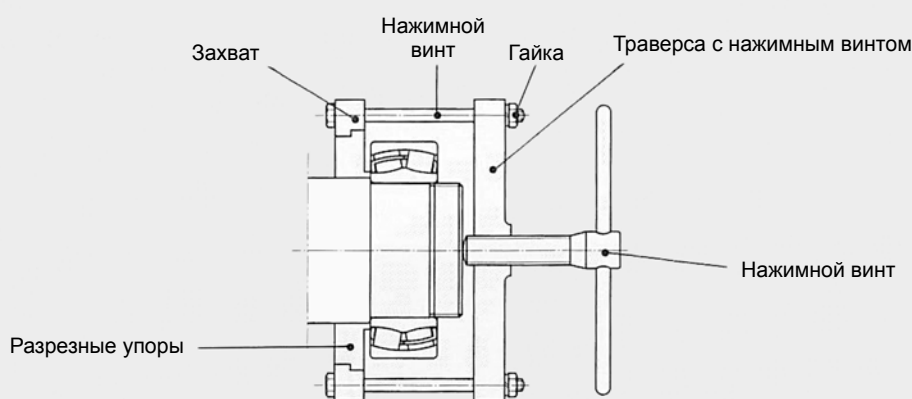
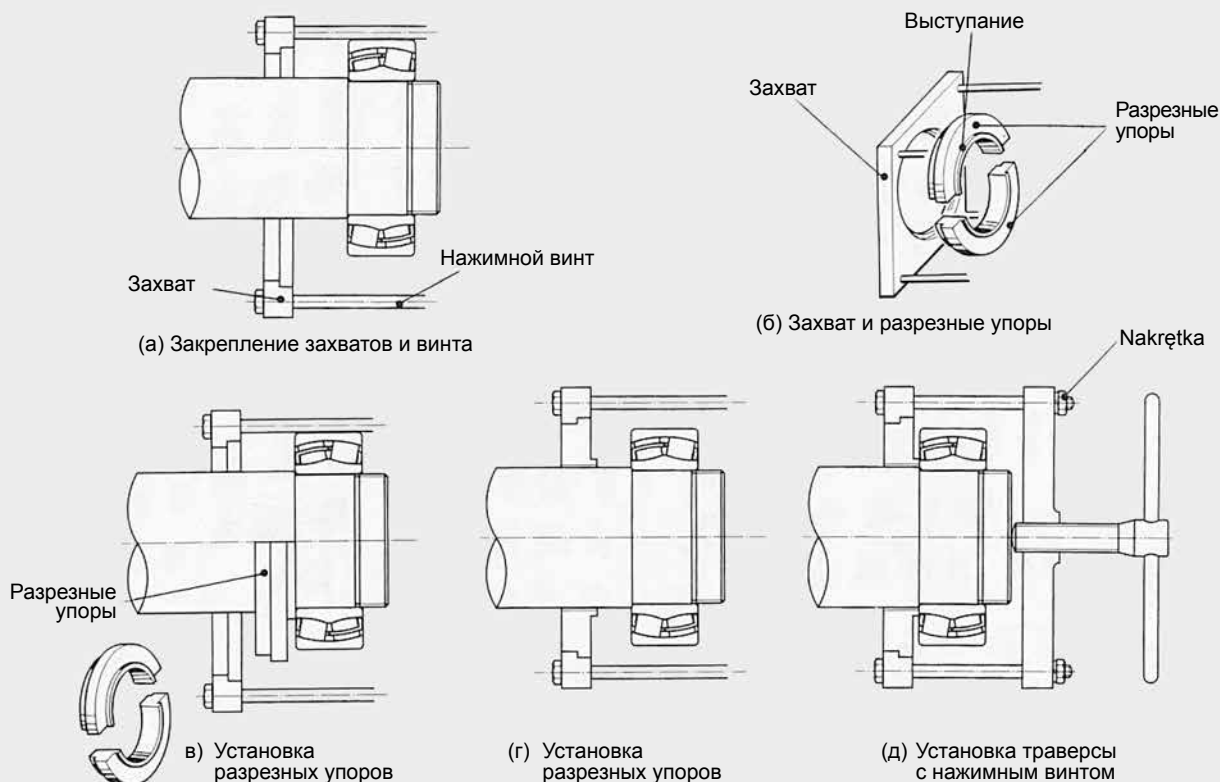

Рис. 7.1 Установка специального съемника
Рис. 7.2 Применение специального съемника
Для применяемого способа обычно применяется специальный съемник (**Рис. 7.1**) из комплекта приспособлений и инструментов, см. **Рис. 7.2**. Конструкция специального съемника состоит из * траверсы с нажимным винтом, разрезных упоров, захвата и 4 болтов и гаек, показанных на упомянутом рисунке. (* Иногда вместо нажимного винта между валом и траверсой устанавливается гидравлический домкрат.)
(Чтобы выполнить это, диаметр отверстия под разрезные упоры должен быть больше наружного диаметра подшипника, который будет демонтирован.) {**Рис. 7.2 (а)**}
2. Установите каждый разрезной упор между захватом и подшипником. Сначала приложите разрезные упоры к торцу внутреннего кольца подшипника, обхватив упорами вал. {**Рис. 7.2 (б), (в)**} Для подшипника, смонтированного с дистанционным кольцом, приложите упоры к торцу дистанционного кольца, противоположного торцу вала, обхватив упорами вал.
3. Подсоедините упоры к захвату. {**Рис. 7.2 (г)**}
4. Пропустите 4 болта сквозь траверсу и наверните гайки. {**Рис. 7.2 (д)**}
5. Установите нажимной винт, подсоединенный к траверсе в центр вала, и аккуратно навинтите 4 гайки так, чтобы траверса стала параллельной захвату. {**Рис. 7.2 (д)**}